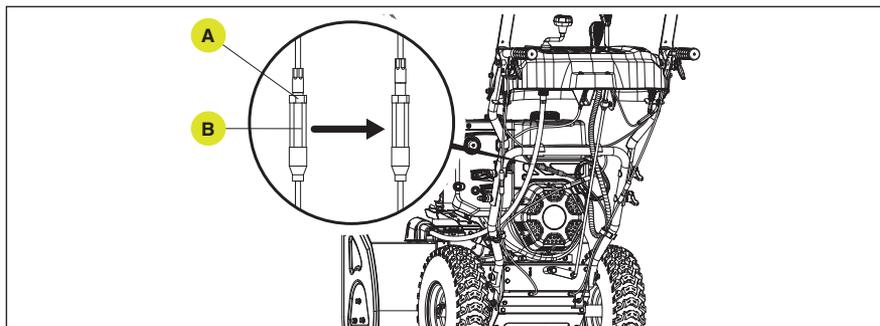

Figure 38
Serrez le câble et réduisez la longueur de l'étape 1 à environ ce qui est indiqué visuellement ci-dessus. Ne réduisez pas la durée de l'étape 1 à presque rien, il y aura un risque de désengagement. Glissez la gaine en caoutchouc vers l'arrière, desserrez l'écrou (A) dans le sens inverse des aiguilles d'une montre, puis desserrez le boulon central (B) dans le sens des aiguilles d'une montre. Fonction de test. Serrez l'écrou dans le sens horaire contre le boulon de la douille longue. Faites glisser la gaine en caoutchouc vers l'arrière pour recouvrir l'écrou. (Fig. 38)